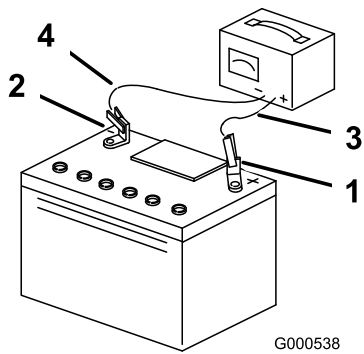

Figura 36
3. Cuando la batería esté completamente cargada, desconecte el cargador del suministro eléctrico, y desconecte los cables del cargador de los bornes de la batería (Figura 36).